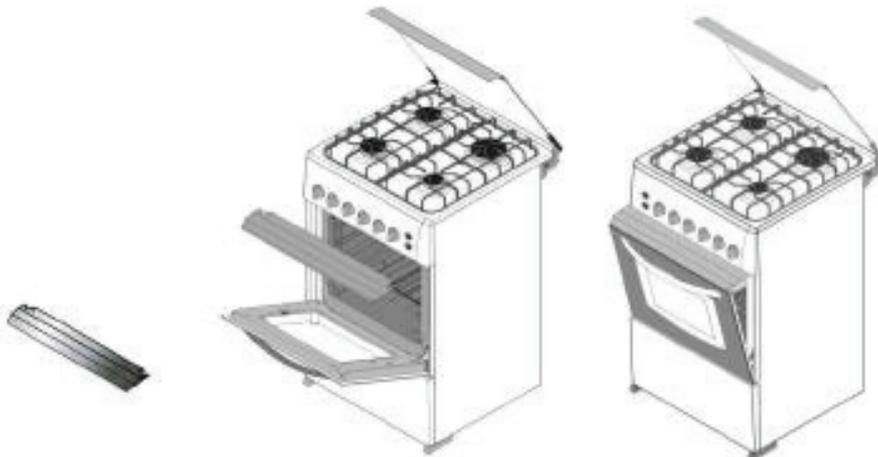

Figura 1 Figura 2 Figura 3
1. El panel de seguridad ha sido diseñado para proteger el panel de control y los botones cuando el horno está en modo grill (Figura 1)